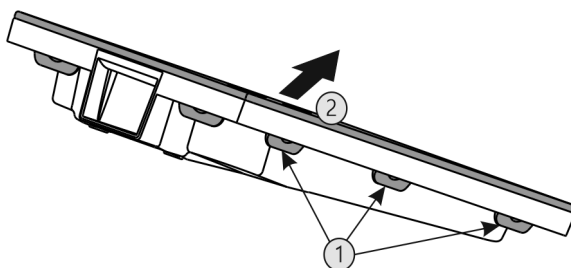

Fig. 56
- ▶ Postupne stlačte všetky spony Fig. 56 (1) a odoberte kryt Fig. 56 (2).